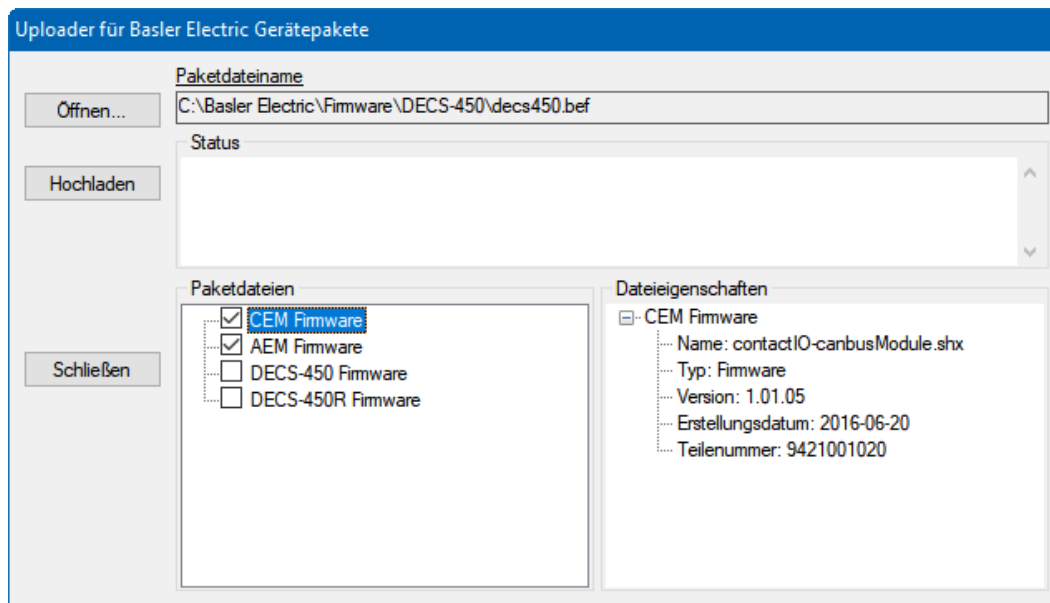

Abbildung 18-9. Basler Electric Ladeprogramm für Gerätepakete
8. Wenn das Fenster '*Basler Electric Ladeprogramm für Gerätepakete*' (Abbildung 18-9) angezeigt wird, klicken Sie die Schaltfläche *Öffnen*, um das Gerätepaket zu suchen, das Sie von Basler Electric erhalten haben. Die Paketdateien werden gemeinsam mit den Dateidetails aufgelistet. Klicken Sie ein Häkchen in die Kästchen neben den einzelnen Dateien, die Sie hochladen wollen.